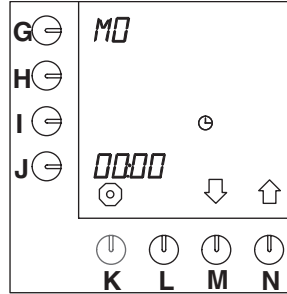

Fig. 42 Jour et heure actuels
- Appuyez sur la touche de sélection (N.)↑ jusqu'à ce que la fig. 42 (*Jour et heure actuels*) s'affiche sur l'écran de contrôle.
- Le paramètre heure se trouvant à côté de la touche de programmation commence à clignoter (fig.42).